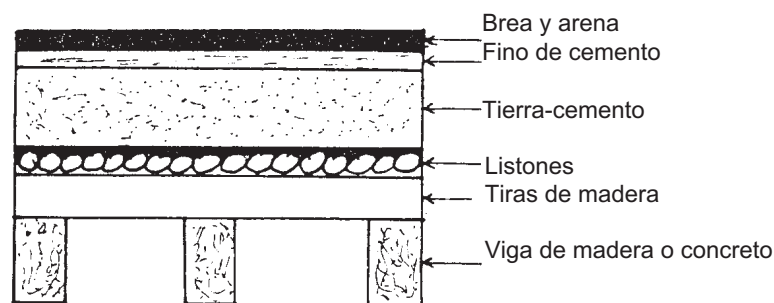

Figura 3
- Por último cuando ya se haya secado completamente, coloca una capa de brea y arena para que sirva como impermeabilizante (figura 3).